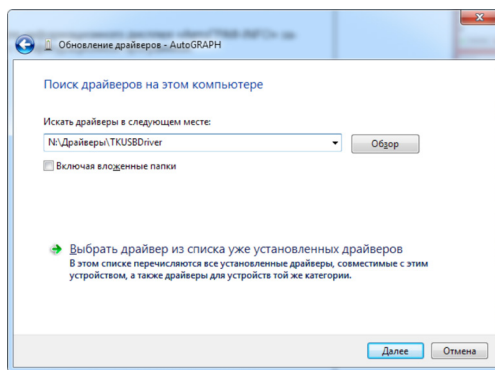
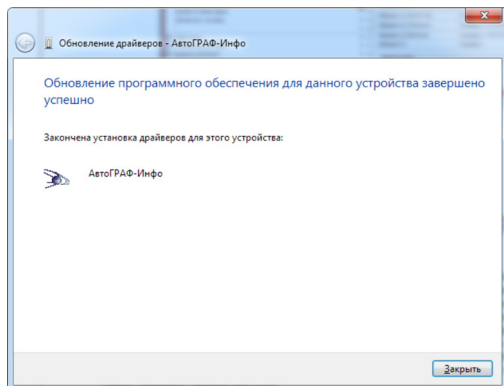

Рис.96. Установка драйверов с локального диска.
Рис.98. Завершение установки драйверов.
- Выполните установку драйвера вручную из указанного места – укажите путь к папке с распакованными драйверами и выполните установку (Рис.96).
- После успешной установки драйверов система автоматически определит подключенное устройство (Рис.98, Рис.96).